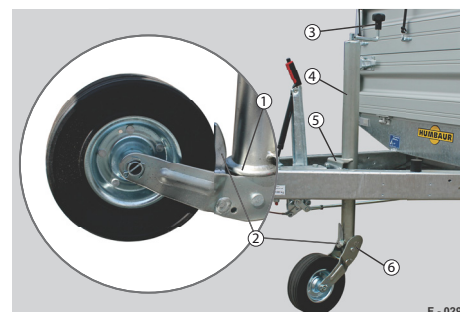
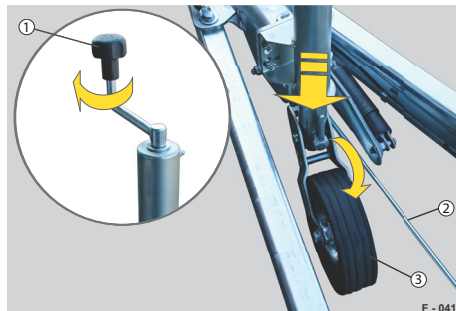

Abb. 13 Stützstellung
Abb. 15 Stützrad herunterkurbeln
Beim Hochkurbeln des Automatik-Stützrads fährt der Verriegelungsschieber (Abb. 13/5) auf den unteren Anschlag (Abb. 13/6) auf.
► Automatik-Stützrad (Abb. 15/3) seitlich am Bremsgestänge (Abb. 15/2) vorbeikurbeln, bis zum Untergrund. Stützrad ist vollständig ausgeklappt und arretiert (Abb. 13).